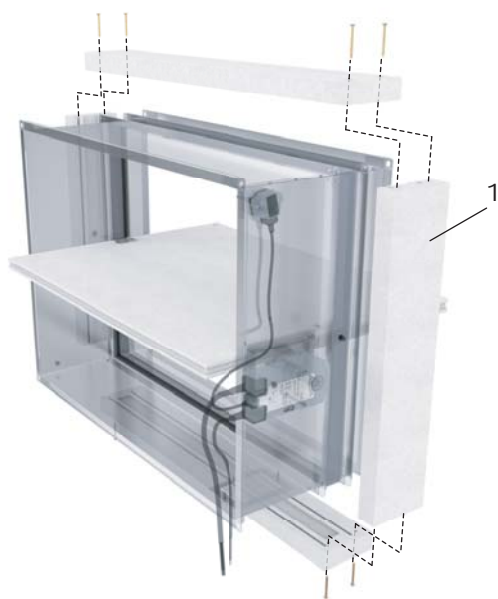

Fig. 39: Tillbehör IKOWS-PKI: installationssats för installationsmetod 5.3 och 6.3 med Promatect®-skivor
Fäst alla de fyra komponenterna på tillbehöret IKOWS-PKI runt öppningen (se Fig. 39 ) och applicera lämplig brandskyddsbeläggning (7) på skivans och spjällets kontaktytor. Skruva samman dem med skruvarna som medföljer IKOWS-PKI-förpackningen.